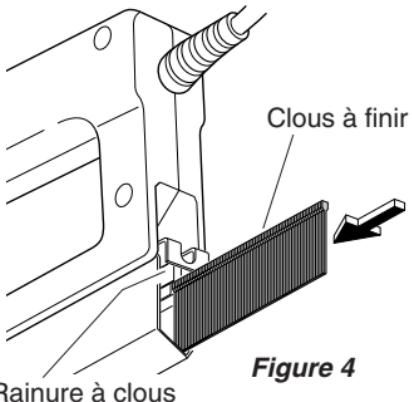

Figure 4
- Insérez les clous dans la rainure à clous par l'arrière du magasin (consultez la Figure 4). Assurez-vous que la pointe des clous est dirigée vers le bas de l'outil. Note : Nous recommandons d'utiliser seulement des clous à finir PowerFast^{MD} avec cet outil. D'autres clous non appropriés pourraient causer des bourrages.